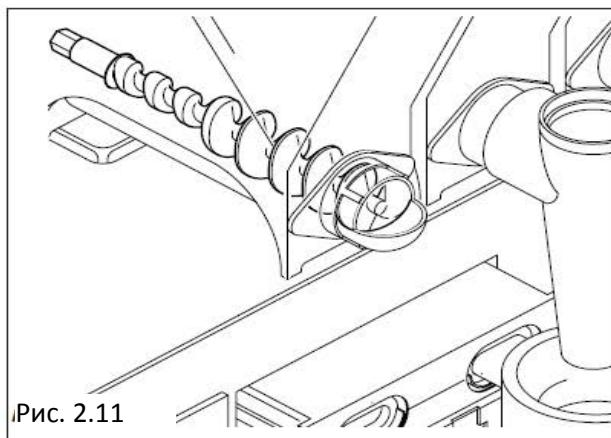

Рис. 2.11
- двигатель активирует шнек, чтобы подать запрограммированное количество продукта в смеситель (в некоторых версиях в одном смесителе может обрабатываться несколько продуктов, такие как молоко и шоколад) (Рис.2.11)
- После того, как подано заданное количество воды и порошка, смеситель отключается через определенное время (T), установленное в меню программирования.